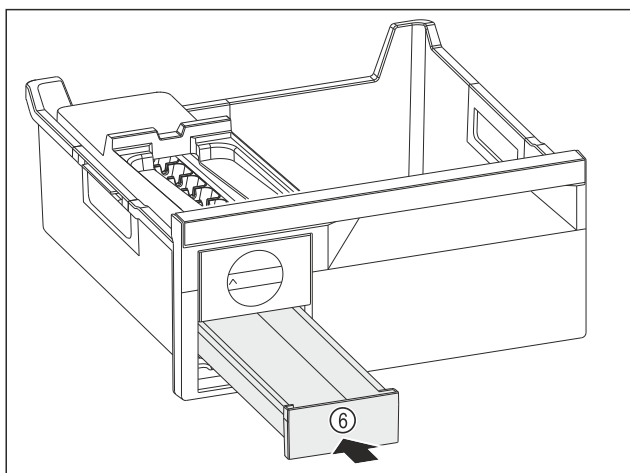

Fig. 111
- Eiswürfelschubfach Fig. 111 (6) einschieben.